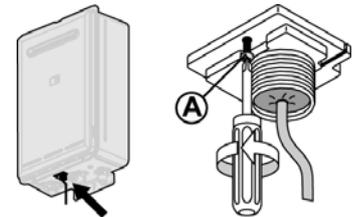

Fig.5
2. Suelte el tornillo de fijación del conector rápido de los cables situado en la parte inferior del aparato (Fig.5).